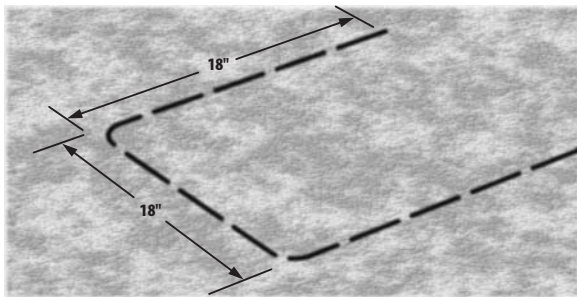
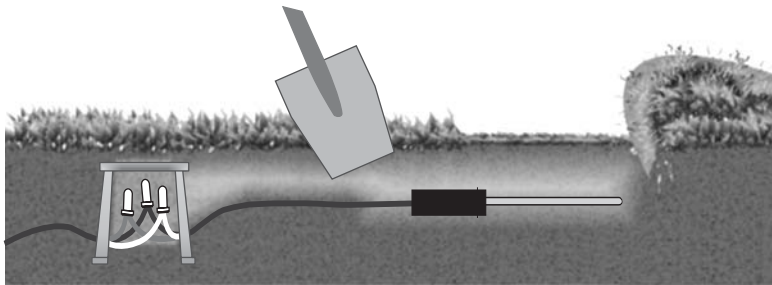

Ilustración 3
Ilustración 4
4. Utilizando una pala con hoja plana, defina tres lados de un cuadrado de 18" de ancho por 18" de longitud y 6" de profundidad. Esta hendidura debe tener forma de U (ver la ilustración 3). Hunda la hoja de la pala unas 4 pulgadas, levante la capa de césped y enróllela para dejar visible la tierra a unas 3 o 4 pulgadas de profundidad. Aproximadamente a 6 pulgadas de uno de los lados de esta abertura, cave una abertura similar con un orificio que pueda albergar una caja para válvulas de 7". Esta caja (caja de cableado) se utilizará para empalmar los cables adicionales desde el sensor hacia el cable zonal identificado en el paso 3. Cave una zanja angosta desde la ubicación de la caja de cableado de 7" hasta la base de la abertura de 18" de lado creada para el sensor (ver la ilustración 4).